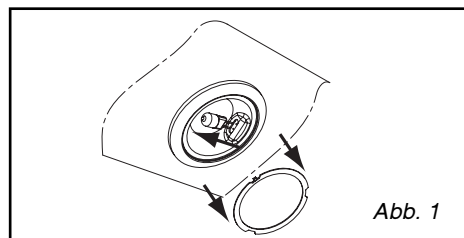

Abb. 1
- Die Leuchtblende entfernen (Abb. 1).